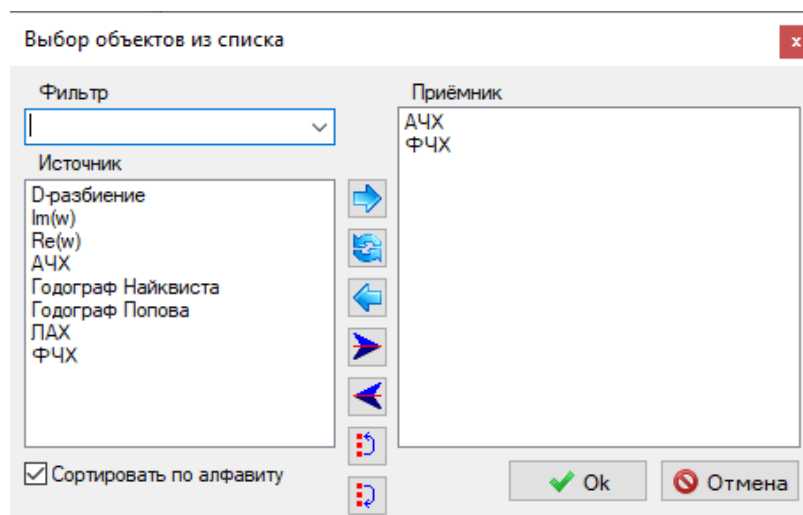

Рис. 7.2
- **Типы характеристик** в окне **Выбор объектов из списка** в соответствии с рис. 7.2;